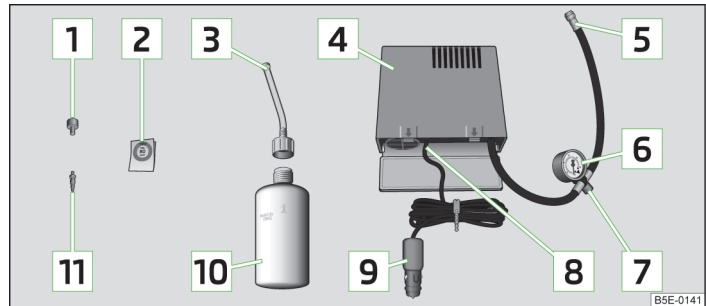

Abb. 154 Bestandteile des Pannensets
**Bestandteile des Pannensets** » Abb. 154.
- › Den Aufkleber **[2]** » Abb. 154 auf Seite 192 auf die Schalttafel im Sichtfeld des Fahrers kleben.
- › Die Reifenfüllflasche **[10]** » Abb. 154 auf Seite 192 einige Male kräftig hin und her schütteln.
- › Den Reifenfüllschlauch **[5]** » Abb. 154 auf Seite 192 des Luftkompressors fest auf das Reifenventil schrauben.